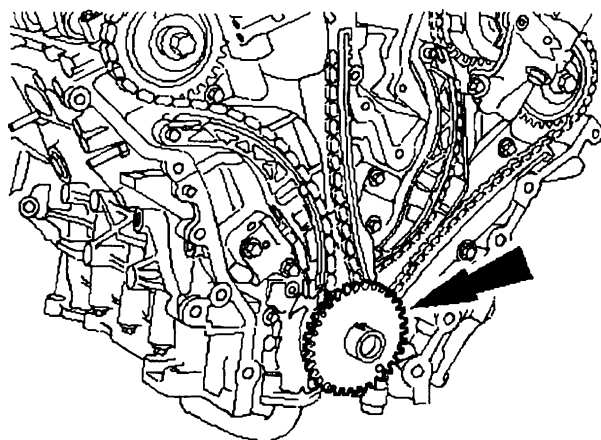

图 11-43 安装曲轴位置传感器脉冲轮
32) 安装曲轴位置传感器脉冲轮, 如图 11-43 所示。